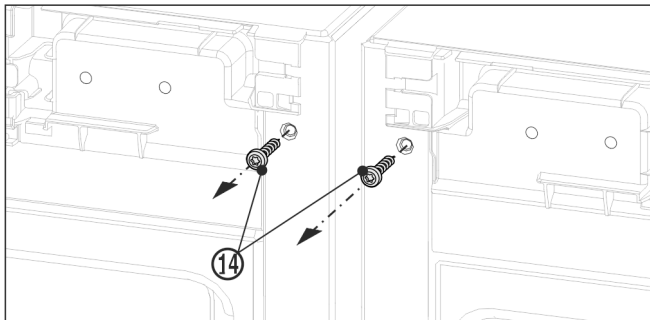

Fig. 12
- Voor de montage van het bovenste hoekstuk beide aardingsschroeven Fig. 12 (14) eruit draaien.